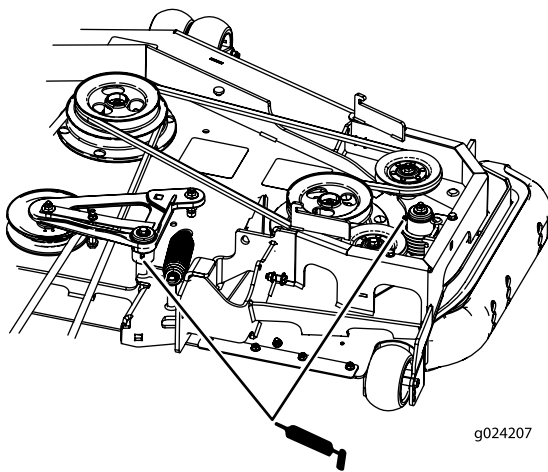

Figure 40
7. Graissez le bras de la poulie de tension de la courroie du plateau de coupe (Figure 40).